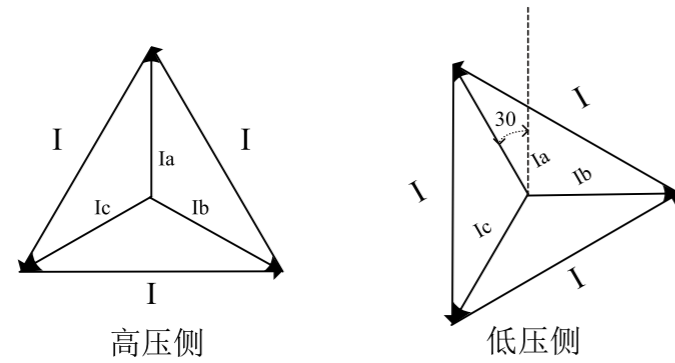

图4-2 Y/Y方式TA接线向量图
(2) 现在的微机保护由于具有软件自动修正相位等计算系数功能, 用电流互感器也采用“Y/Y”接线方式, 如图4-2所示